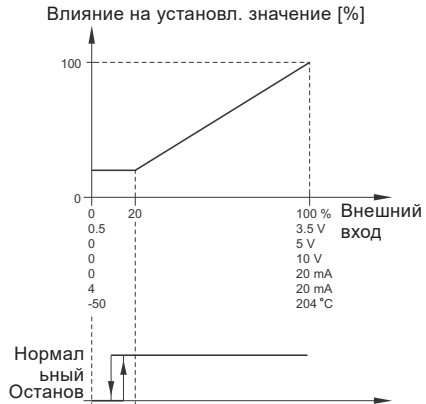

Рис. 48 Линейная с остановом
- Линейная с остановом. Если входной сигнал варьируется от 20 до 100 %, установленное значение меняется линейно. Если входной сигнал ниже 10 %, насос переключится в рабочий режим "Останов". Если входной сигнал повышается выше 15 %, опять включается рабочий режим "Нормальный". См. рис. 48.